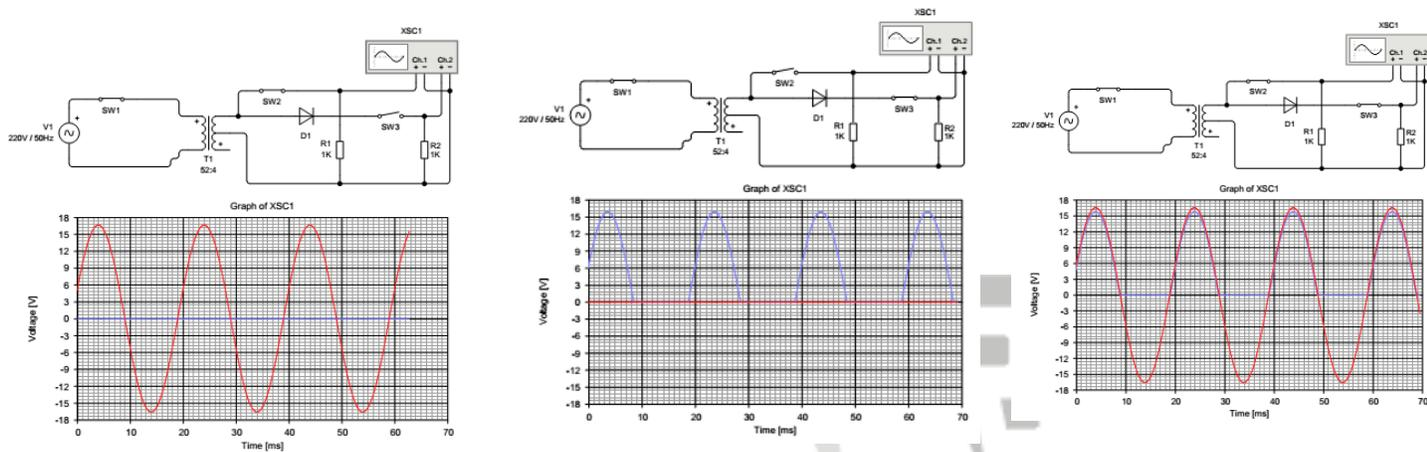

Fig. 3. Simulación con Osciloscopio
**1.4.** Implementar en el simulador el circuito de la Fig. 3, y obtener las gráficas de  $V_{ef} = f(t)$  y de  $V_{med} = f(t)$  (con osciloscopio), indicando en las mismas sus valores característicos. Comparar con los obtenidos por medición con multímetro y osciloscopio en el ítem 1.6.